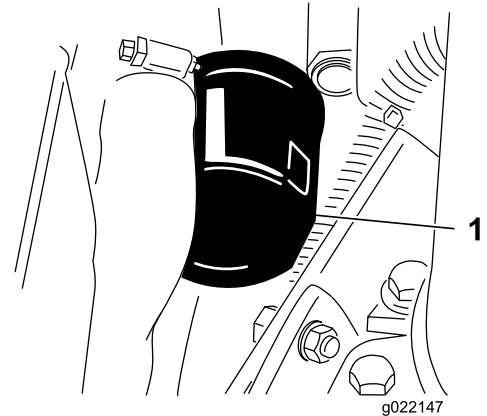

Bild 57
2. Entfernen Sie den Ölfilter (Bild 57).